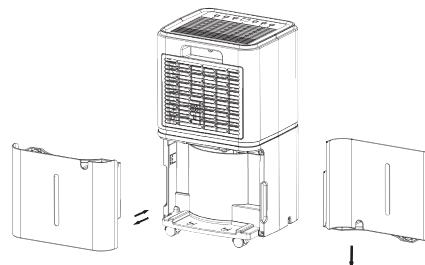

Рис. 3
- A. Слив вручную (Рис. 3).** Опорожните резервуар для воды вручную.